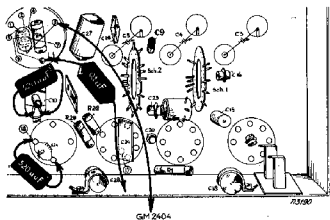

Fig. 3
- C10 shunten met een condensator van 320 $\mu\mu\text{F}$ (zie fig. 3).
- Aperiodische versterker GM 2404 aansluiten aan anode van L1 (zie fig 3).
- Eerste rooster van de menglamp aarden via condensator van 0,1 μF (zie fig. 3).
- C9 trimmen op maximum output (zie fig. 3).